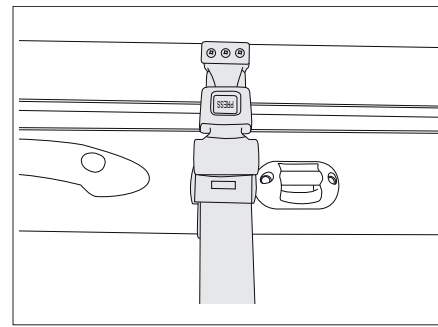

Bild 128 Sicherungsgurt Hubbett manuell
- Das Hubbett mit dem Sicherungsgurt am Dach sichern (Bild 128).